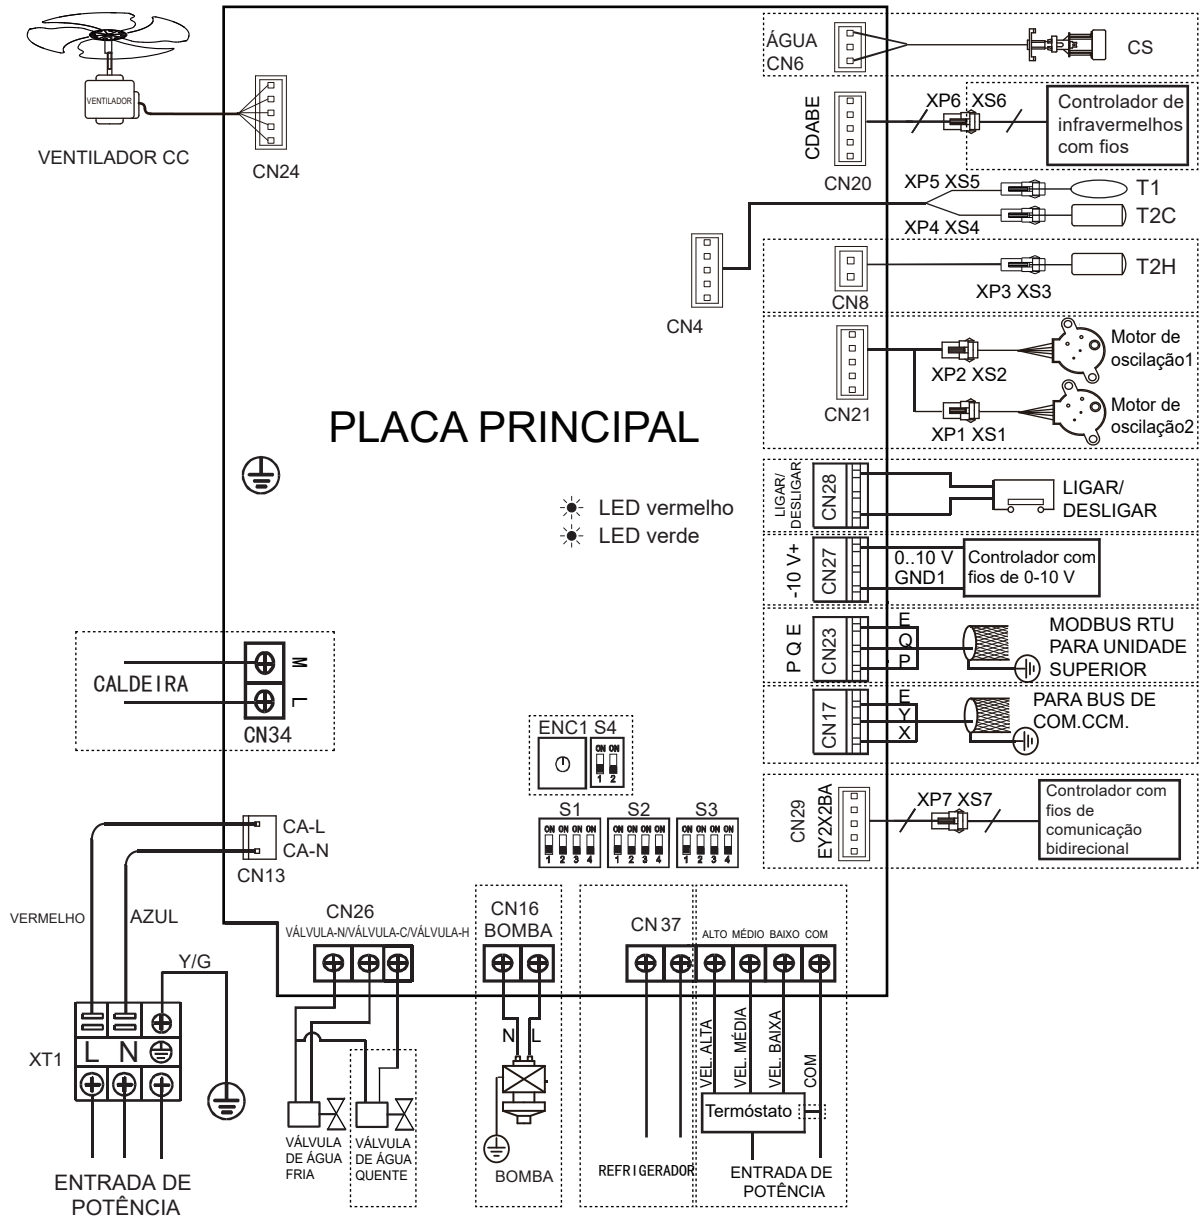
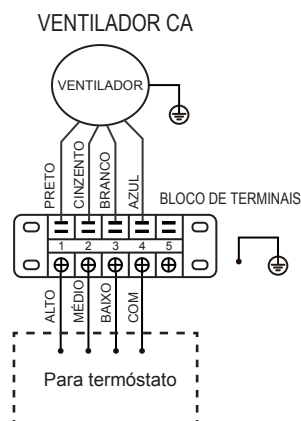

Figura 5-20 Diagrama de ligações elétricas (I-VM; I-VN version)
Figura 5-22 Diagrama de ligações elétricas (version 3V-VM; 3V-VN)
- Efetue as ligações elétricas de acordo com a placa de indicação para cablagens (Figura 5-20 ou Figura 5-22) da unidade.